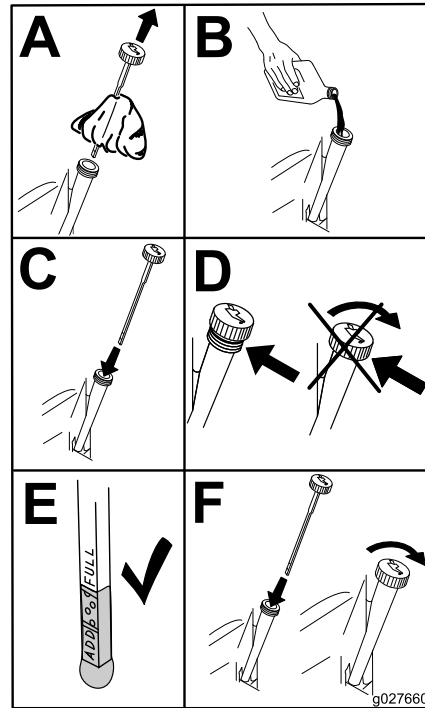

Figure 53
5. Versez lentement environ 80 % de l'huile spécifiée dans le tube de remplissage, puis faites l'appoint lentement jusqu'à ce que le niveau atteigne le repère maximum (**Full**) (Figure 53).